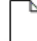

Figura 15-13: Pantalla de configuración de la plantilla 2 de salida
- Este ejemplo de aplicación también requerirá la configuración de una conexión de salida por solicitud usando la plantilla 2 de impresión, con el activador de impresión personalizada 1. El contenido de la plantilla 2 debe crearse manualmente en la configuración al seleccionar la plantilla 2 en **Comunicación > Plantillas > Salida** (Figura 15-13) con el fin de usar el campo de datos compartidos de variable de lote ar0521, usado para imprimir el nombre del cliente que ingresó el operador durante el lote.